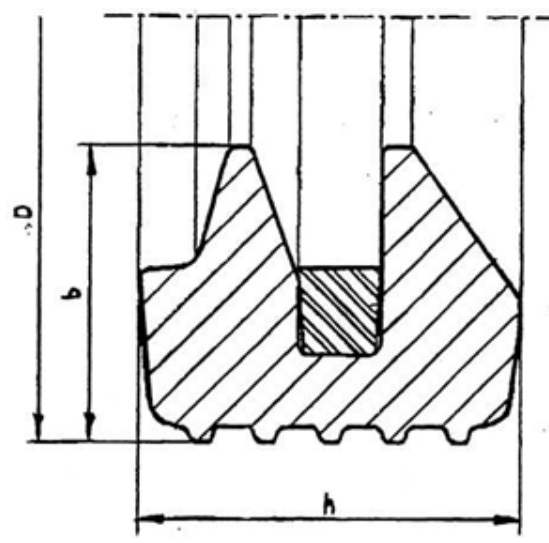

Рисунок 22- Уплотнительного кольца двухлепесткового типа
3.3. Виды уплотнительных самоуплотняющихся резиновых колец приведены на Рис. 22,23 их основные размеры приведены в **таблице 23** и **24**.